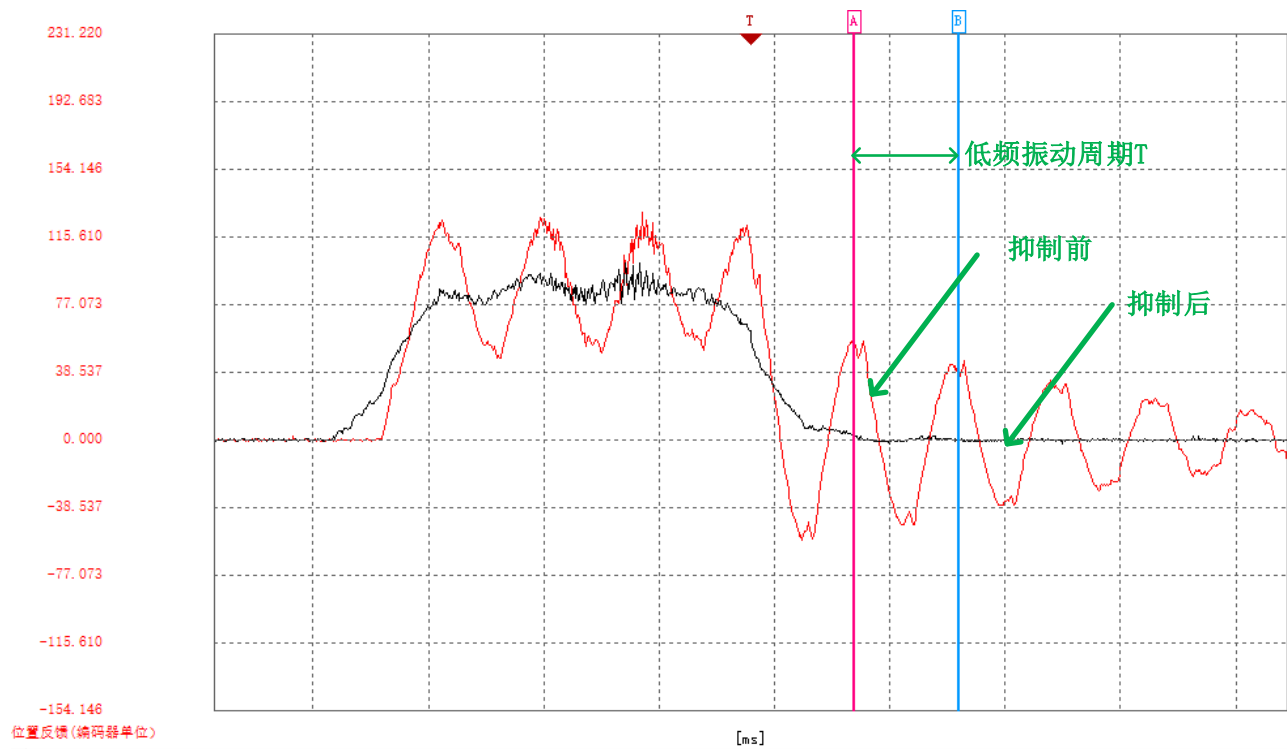

图4-32 长悬臂负载振动频率获取及抑制前后效果对比
- 通过观测后台软件波形，获取电机端抖动频率，如图 4-32 所示。